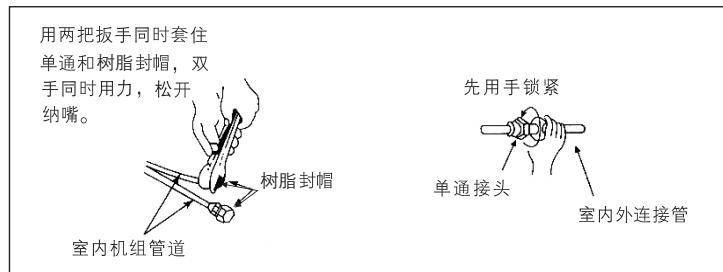

图 18
(1) 将树脂封帽拆开，如图18所示。
(2) 连接时，应在单通螺牙及管的喇叭口上涂上少许冷冻润滑油，以防螺牙损坏，且按图18所示对准管道拧紧。